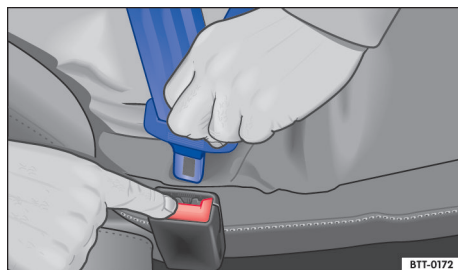

Fig. 27 Soltar a lingueta do cinto de segurança do fecho do cinto de segurança.
- Pressionar o botão vermelho no fecho do cinto de segurança → Fig. 27. A lingueta do cinto de segurança salta para fora.